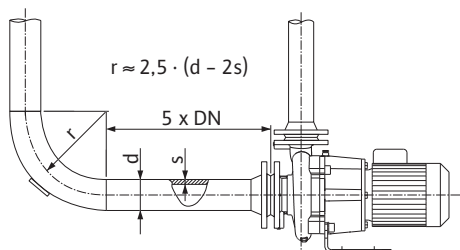
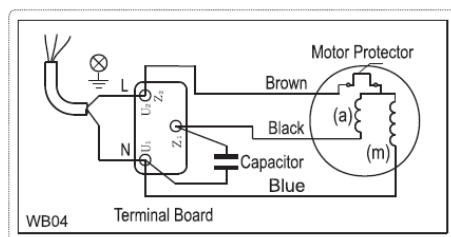

Fig. 4: Uklidňovací úsek před a za čerpadlem
Fig. 5: Příklad přípojky jednofázového střídavého proudu
- Síťová přípojka závisí na výkonu motoru P_2 , na síťovém napětí a na druhu startu. Potřebné spínání spojovacích můstků ve svorkovnici lze vyčíst z následující tabulky a z Fig. 4 a Fig. 5.